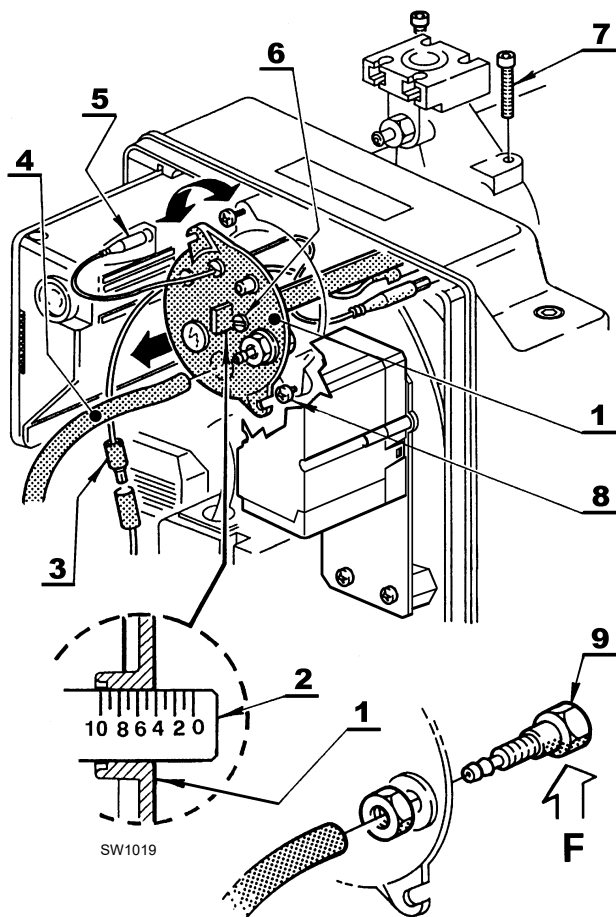

Fig. 13
Depende del caudal del quemador y se efectúa girando en sentido horario o antihorario el tornillo de regulación 6)(Fig. 13) hasta que la muesca de la brida de regulación 2)(Fig. 13) coincida con el plano exterior del conjunto portabocaja 1)(Fig. 13).
Para extraer el grupo cabezal (Fig. 13) es necesario:
Se aconseja no alterar la posición de regulación brida-codo 2)(Fig. 13) durante el desmontaje.
Volver a montar siguiendo el mismo procedimiento antes descrito en el orden inverso. colocando el grupo cabezal 1)(Fig. 13) en su posición original.
Enroscar los tornillos 7)(Fig. 13) sin apretarlos hasta que hagan tope. Bloquearlos con un par de apriete de 3 - 4 Nm.
Si la toma de presión del aire (11)(Fig. 13) se aflojase accidentalmente. reapretarla asegurándose que el orificio (F)(Fig. 13) situado en la parte interna del grupo cabezal (1)(Fig. 13) esté orientado hacia abajo.